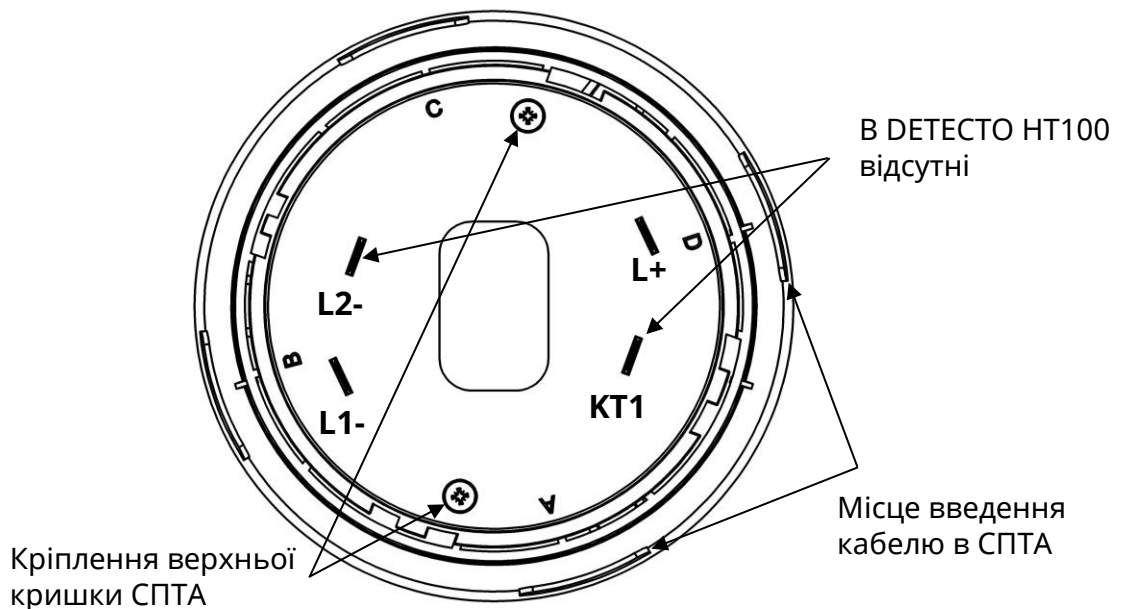
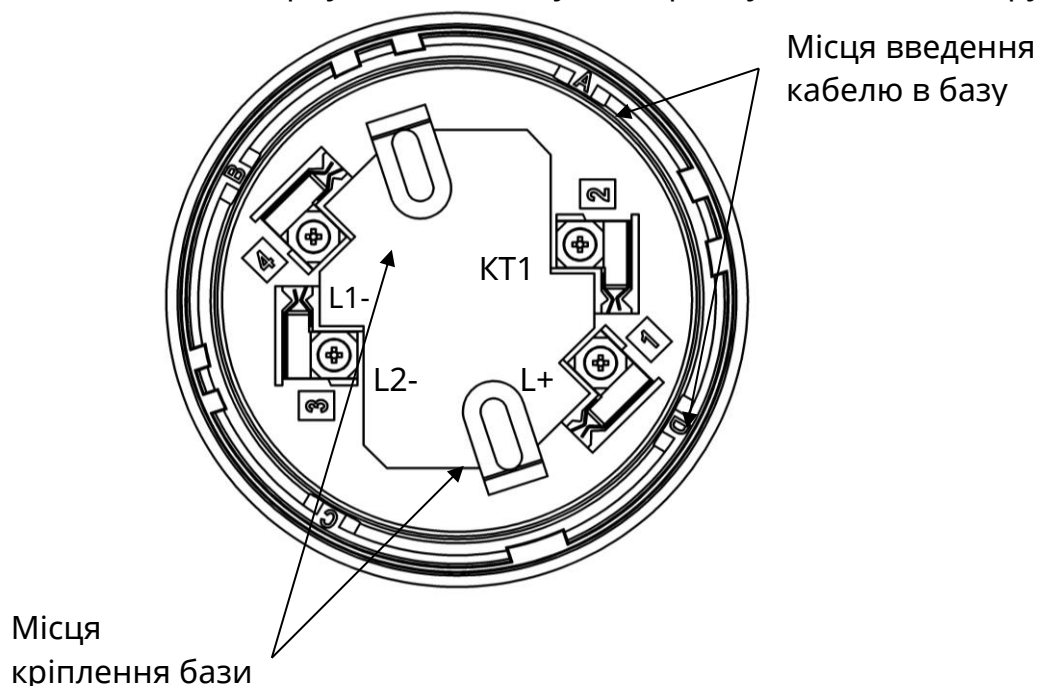

Рисунок 1 – Вигляд СПДА з боку контактів
Рисунок 3 – Розташування клем на базі СПТА
L2-	Клема підключення мінусового дроту АІ. В СПТА DETECTO НТ100 ця клема відсутня (рис.1)
КТ1	Клема для підключення ВПОС. В СПТА DETECTO НТ100 ця клема відсутня (рис.1)
- 3) закріпити дроти АІ в гвинтових клеммах бази відповідно до рис. 3 і таблиці 1. В базі СПТА ДЕТЕСТО НТ110 чотири клема, в СПТА ДЕТЕСТО НТ100 – дві клема;
5.3 Для випадків, коли кабель всередину бази заводять збоку, в самій базі та в кришці СПТА передбачені вікна, потрібні з яких вирізають. Ці вікна промарковані літерами «А», «В», «С», «D» (рис.1, рис.3).